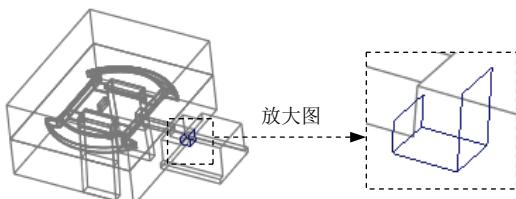
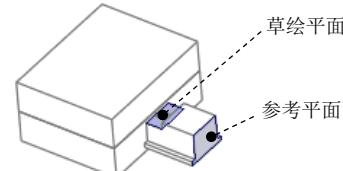
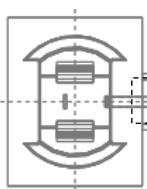
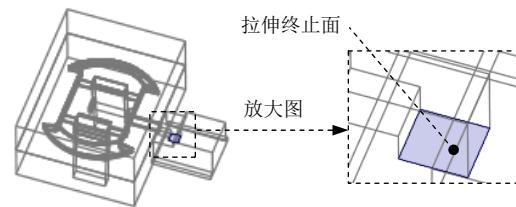

图 27.42 实体切削特征 3
图 27.43 定义草绘平面
图 27.44 截面草图
图 27.45 选取拉伸终止面
Step8. 创建实体切削特征 3，如图 27.42 所示。单击 **模具** 功能选项卡 **形状** ▾ 区域中的 按钮，此时系统弹出“拉伸”操控板；在操控板界面中按下 按钮；右击，从系统弹出的菜单中选择 **定义内部草绘...** 命令；选取图 27.43 所示的平面为草绘平面，然后选取图 27.43 所示的表面为参考平面，方向为 **右**。单击 按钮，进入草绘环境；进入截面草绘环境后，选取 MOLD_FRONT 基准平面和 MOLD_RIGHT 基准平面为草绘参考，利用“投影”命令绘制图 27.44 所示的截面草图；完成特征截面的绘制后，单击“草绘”操控板中的“确定”按钮 ；在操控板中选取深度类型 （到选定的），将模型调整到图 27.45 所示的视图方位，选取图中所示的滑块表面为拉伸终止面；在“拉伸”操控板中单击 按钮，完成特征的创建。